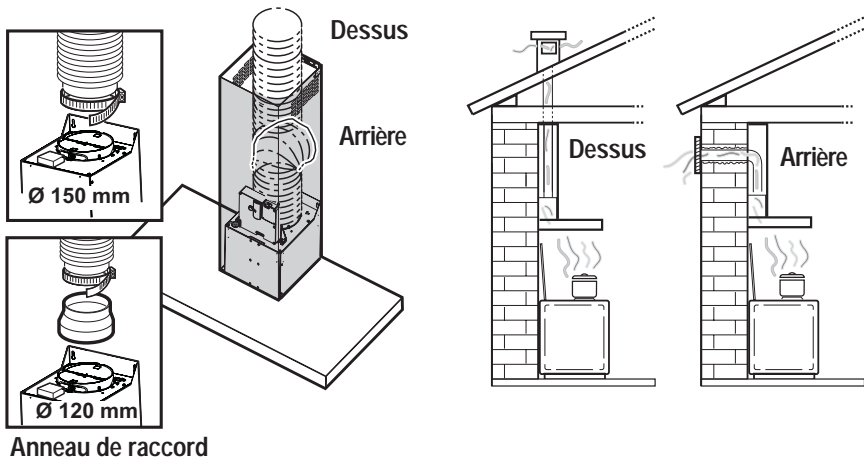

Fig. 1
- L'air est rejeté à l'air libre par un conduit raccordé sur le tuyau d'évacuation. **Fig. 1.**